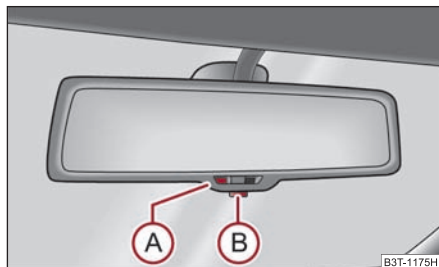

Fig. 75 Retrovisor interior antideslumbrante automático
- Pulse la tecla (B) - el testigo (A) se encenderá ⇒ fig. 75.